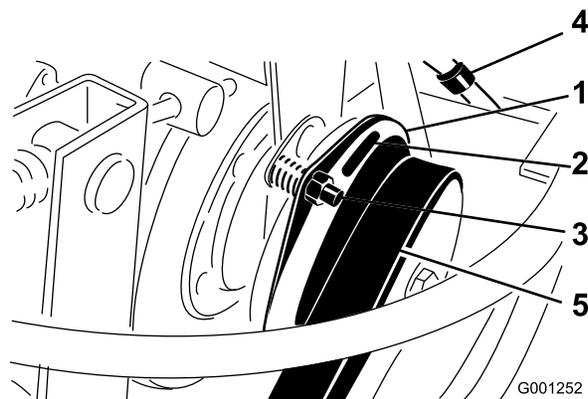

図 66
3. クラッチのライニングと摩擦プレートとの間のギャップを 0.381 mm のすきまゲージが通れるように調整する (図 66)。調整ナットを右に回すと隙間が小さくなる (図 66)。隙間の最大値は 0.762 mm である。3 か所すべてでエア・ギャップ調整を行う。